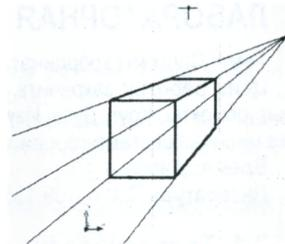

Рис.2.13. Построение перспективы с помощью лучей
- нарисуйте в слое 2 с помощью команды RAY - луч линии для построения перспективы (рис. 2.13);